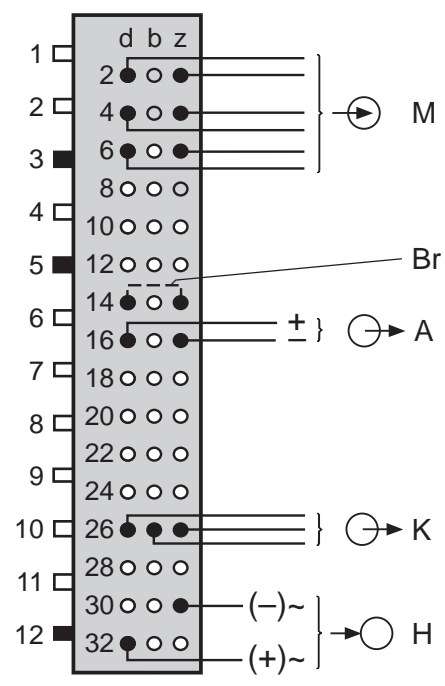

Bild 4. Steckerbelegung. Sicht auf die Rückseite des EURAX V 604.
Kontaktausgang K: **Relais** mit 1 potentialfreien Wechselkontakt (siehe Bild 4 und Tabelle 6).
- ... dass die Daten, die zur Lösung der Messaufgabe erforderlich sind, mit denen auf dem Typenschild des EURAX V 604 übereinstimmen (→ Messeingang M, → Messausgang A, → Hilfsenergie H und → Kontaktausgang K, siehe Bild 4)!
Legende zu Bild 4:
Ausgangsleitungen des Messausgangs A an die Stifte 16d (+) und 16z (-) nach Bild 4 anschliessen.
Hilfsenergieleitungen an die Stifte 32d (±) und 30z (=) nach Bild 4 anschliessen.
Kontaktausgangs-Leitungen nach Bild 4 und Tabelle 6 anschliessen.